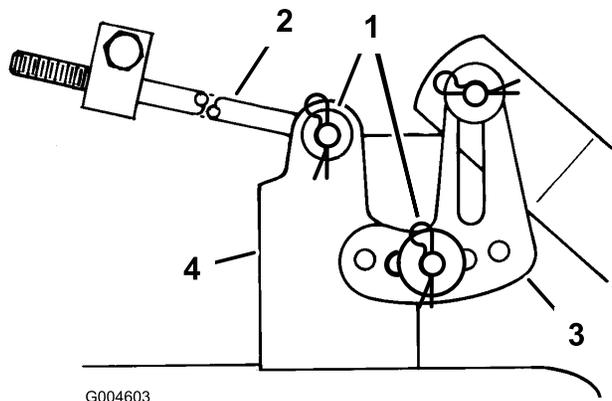

Figure 39
15. Enlevez la goupille fendue et la rondelle en haut de la patte de mise à niveau du plateau de coupe (Figure 39).
17. Enlevez la goupille fendue et la rondelle de l'extrémité de la longue tige (Figure 39) et glissez la tige hors du support du plateau. Répétez la procédure de l'autre côté de la tondeuse.
13. Glissez l'extrémité de la longue tige dans le trou du support du plateau (Figure 39).
15. Montez la patte fendue de mise à niveau du plateau de coupe sur l'axe du bras de hauteur de coupe (Figure 39).